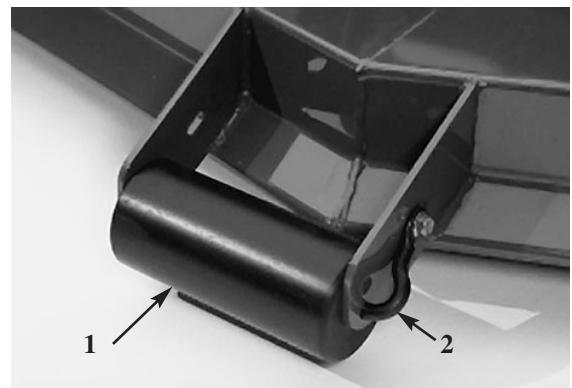

Figure 3
Réglage du rouleau avant (Fig. 3) :
- Enlever la vis à tête et l'écrou qui fixent l'axe du rouleau au support de l'unité de coupe (Fig. 3).